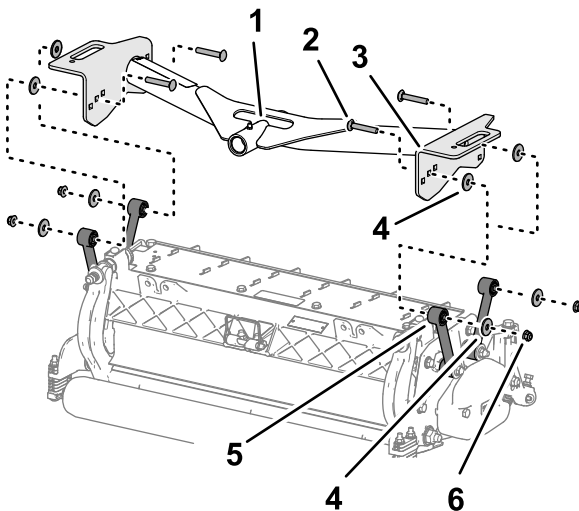

Figure 17
- Alignez les trous dans les plaques du bâti porteur avant sur les trous des plaques de montage de l'unité de coupe (Figure 17).
- Placez une rondelle entre la plaque du bâti porteur et la biellette (Figure 17), et fixez légèrement les plaques et l'entretoise avec un boulon de carrosserie ($\frac{3}{8}$ " x $2\frac{1}{4}$ "), une rondelle et un contre-écrou à embase ($\frac{3}{8}$ ").